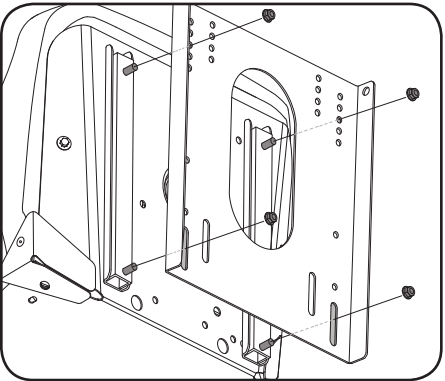

Figure 2-10
2. Fixez la cuvette au support avec les quatre boulons fournis à cet effet (a). Insérez les boulons et fixez-les avec les écrous (b) comme sur la Figure 2-10. Serrez bien les écrous.